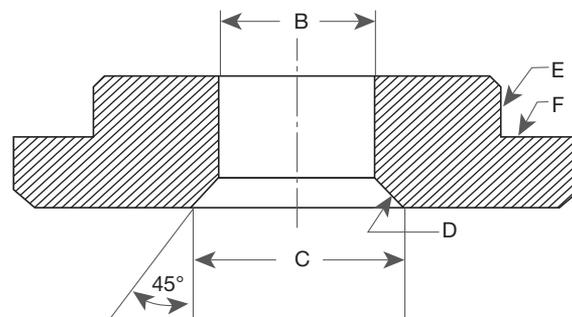

Figura 45: Rondella elastica inferiore
1. Rimuovere il tubo di eiezione (40) dalla base (1) selezionando una punta da trapano di circa 0.016" (0.40 mm) di diametro inferiore rispetto al diametro esterno del tubo di eiezione. Realizzare il foro del tubo di eiezione nel punto in cui il tubo è attaccato alla base. In questo modo si riduce lo spessore della parete del tubo al punto che può essere facilmente allentato per la relativa rimozione. La flangia a soffiutto coprirà il foro sulla superficie di guida che rimarrà dopo la rimozione del tubo.
2. Lavorare a macchina la rondella elastica inferiore esistente (17) (vedere Figura 45 e Tabella 22).